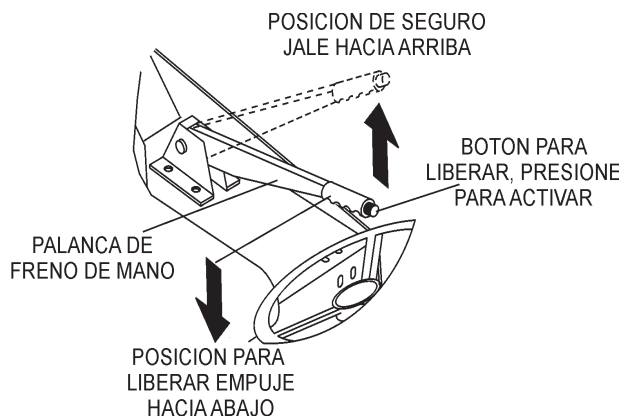

Figura 21. Palanca para colocar el freno
1. Para soltar el freno de mano, presione y mantenga el botón de liberar (Figura 21) jale ligeramente la palanca, posteriormente empuje hasta abajo.